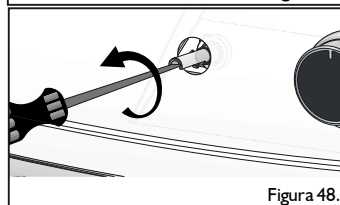

Figura 48.
- Con la ayuda de un destornillador perillero, de longitud mayor a 3 pulgadas y de punta plana, lleve el tornillo hasta la posición indicada en la (Figura 48) según sea el caso.